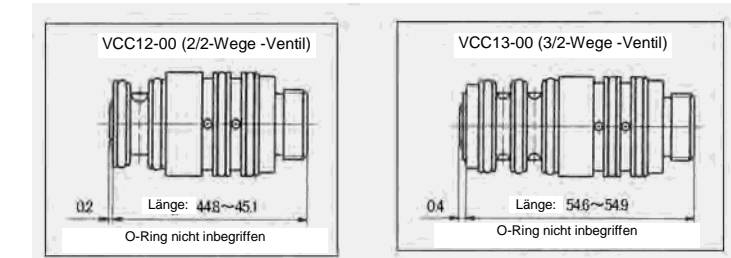

Abb. 14
- Die Gesamtlänge des Ventils gemäß Abb. 14 anpassen. Als Orientierungshilfe: Das Anzugsdrehmoment beträgt für 2/2-Wege-Ventile 1 bis 2 Nm und 0.5 bis 1 Nm für 3/2-Wege-Ventile. Zu starkes Festziehen kann das Gewinde beschädigen.